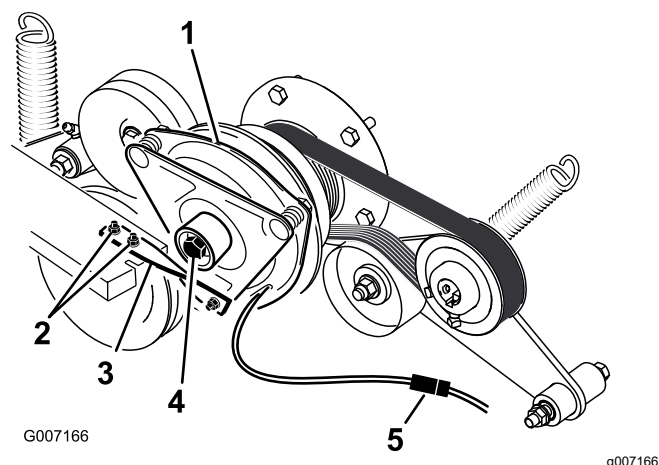

Figura 81
6. Desligue a ligação elétrica para a embraiagem (**Figura 81**).
7. Retire os dois parafusos que fixam a fita de borracha da embraiagem à estrutura do cortador (**Figura 81**).
8. Retire o parafuso central que fixa a embraiagem ao eixo do motor e retire a embraiagem e a chave (**Figura 81**).
15. Enquanto segura a manivela de arranque na parte de trás da máquina, instale o parafuso central e aperte-o com 68 N·m (Figura 81).
16. Instale a fita de borracha da embraiagem na estrutura do cortador com os dois parafusos e porcas anteriormente retirados (Figura 81).
18. Ligue a ligação elétrica para a embraiagem (Figura 81).